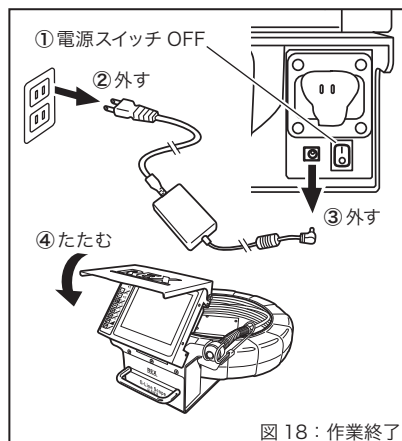

図18：作業終了
8. 作業終了 (図18)
- ①電源スイッチを必ず「O」(OFF)にします。
- ②ACアダプタをコンセントから外し、③本体からも取り外してください。
- ④液晶モニタとフードを畳んでください。